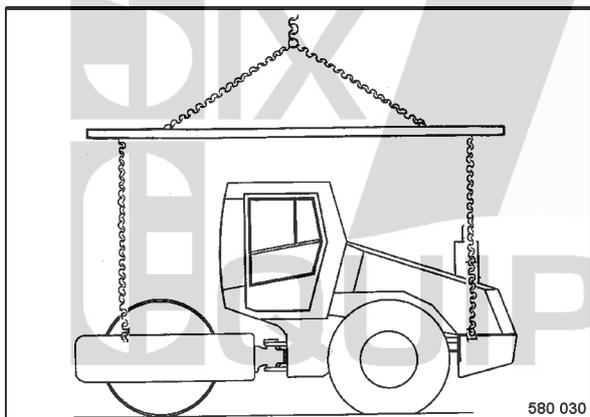

fig. 53
- Utiliser également les quatre oeilletons de levage (fig. 53) et le dispositif de levage pour soulever la machine.